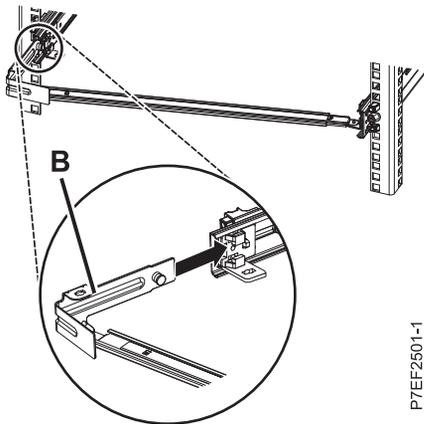

Figure 11. Extension de la broche et installation de l'équerre dans la glissière
4. Fixez le support d'arrêt de routage des câbles (B) à l'emplacement situé à l'intérieur de la glissière de gauche, en le faisant glisser (B) dans la glissière jusqu'à ce que le taquet à ressort se mette en place. Pour plus de détails, voir figure 11, à la page 10.